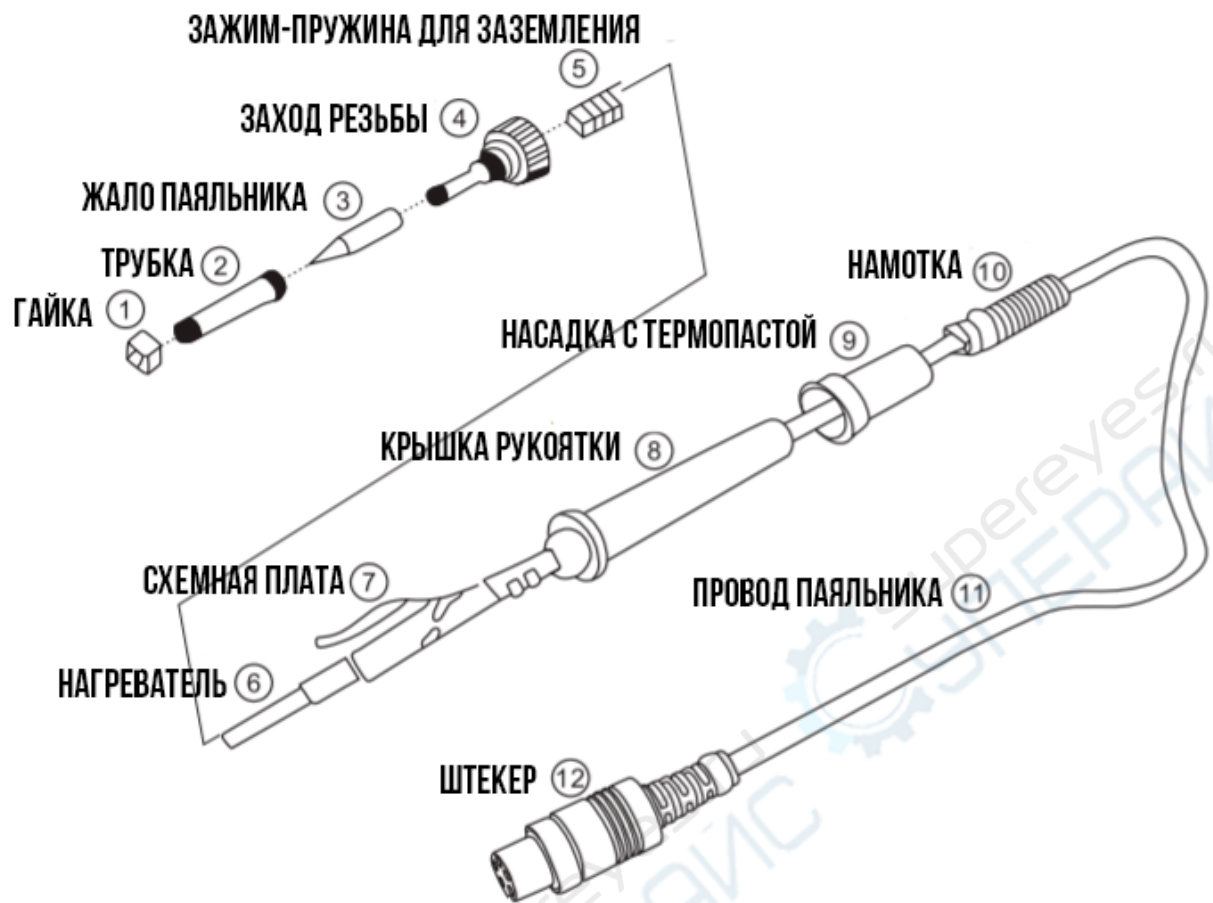

Рисунок 3 К замене нагревателя паяльника
6.2. Замена нагревательного элемента и жала паяльника (рисунок 3)